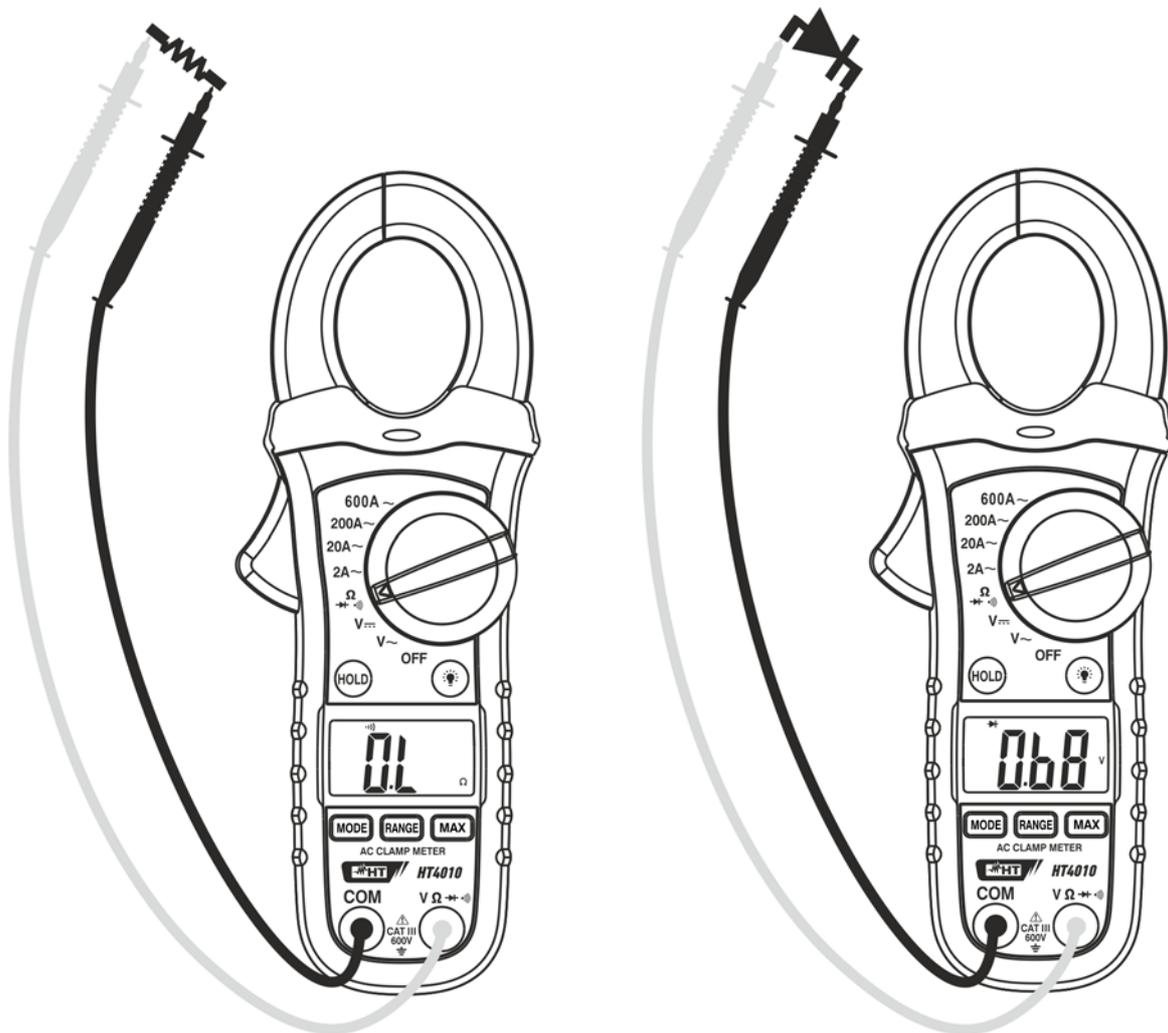

Fig. 6: Uso della pinza per Test Continuità e Prova Diodi
3. Inserire il cavo rosso nel terminale di ingresso  $V\Omega \rightarrow \text{diode symbol}$  e il cavo nero nel terminale di ingresso **COM** ed eseguire il test di continuità sull'oggetto in prova (vedere Fig. 6 – parte sinistra). Il cicalino emette un segnale acustico quando il valore della resistenza misurata è  $<150\Omega$
5. Connettere il puntale rosso all'anodo del diodo e il puntale nero al catodo in caso di misura di polarizzazione diretta (vedere Fig. 6 – parte destra). Invertire la posizione dei puntali in caso di misura di polarizzazione inversa